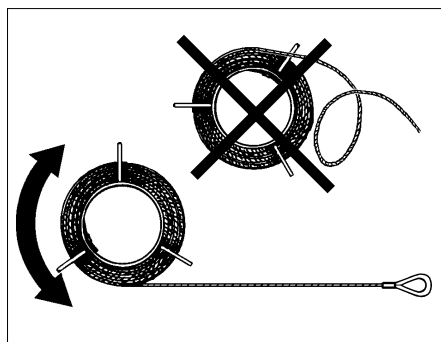

Fig. 1.6
- Éviter la formation de boucles lors du déroulement des câbles (Fig. 1.6).